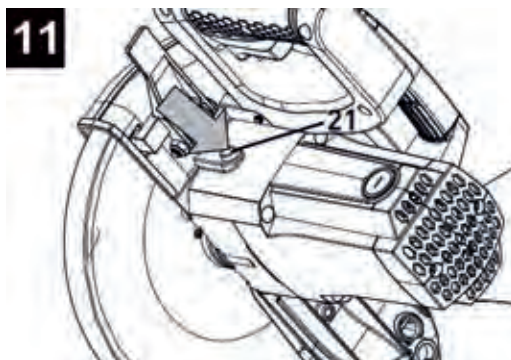

Рисунок 11
21. Кнопка блокировки шпинделя (рис. 11)
Нажмите и удерживайте в нажатом состоянии кнопку блокировки шпинделя (21) и проверните пильный диск в такое положение, при котором он зафиксируется, и не будет вращаться (рисунок 11).